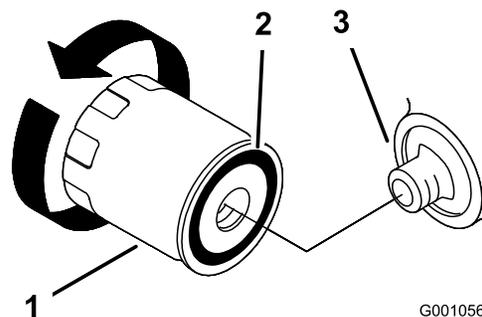

Figure 20
- Déposez le filtre à huile usagé et essuyez la surface du joint de l'adaptateur (Figure 20).
- Appliquez une fine couche d'huile neuve sur le joint en caoutchouc du filtre de rechange (Figure 20).
- Posez le filtre à huile de rechange sur l'adaptateur, tournez le filtre dans le sens horaire jusqu'à ce que le joint en caoutchouc rencontre l'adaptateur, puis serrez le filtre de 2/3 de tour à 1 tour supplémentaire (Figure 20).